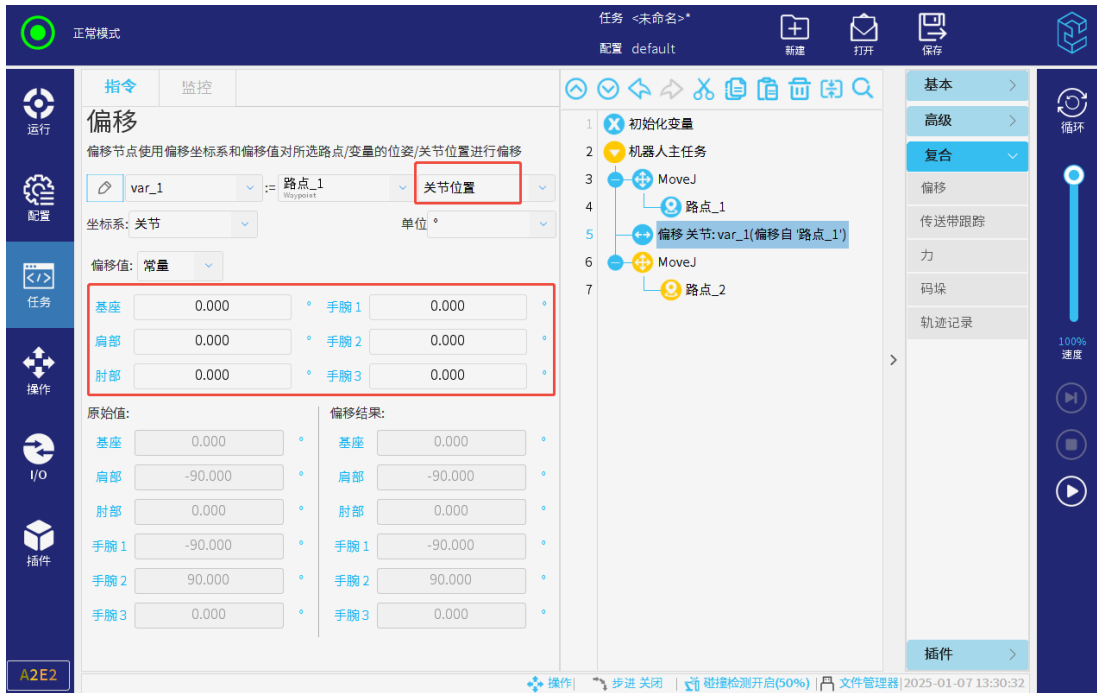

图 3-137: 关节角偏移
- 关节角偏移模式（见图 3-137）下，同单位的原始数据与偏移值直接相加即可得到新的关节角数据。